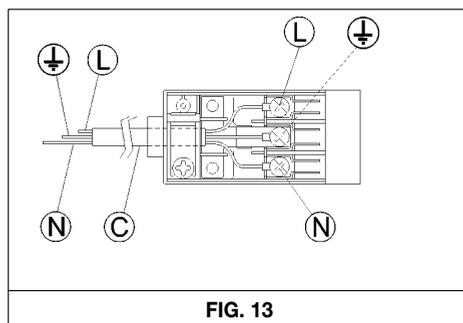

FIG. 13
- Applicare al cavo d'alimentazione "C" se sprovvisto (vedi fig. 13) una spina normalizzata adatta al carico indicato sull'etichetta segnaletica. Allacciare i cavetti secondo lo schema della fig. 13 avendo cura di rispettare le sottoelencate rispondenze: